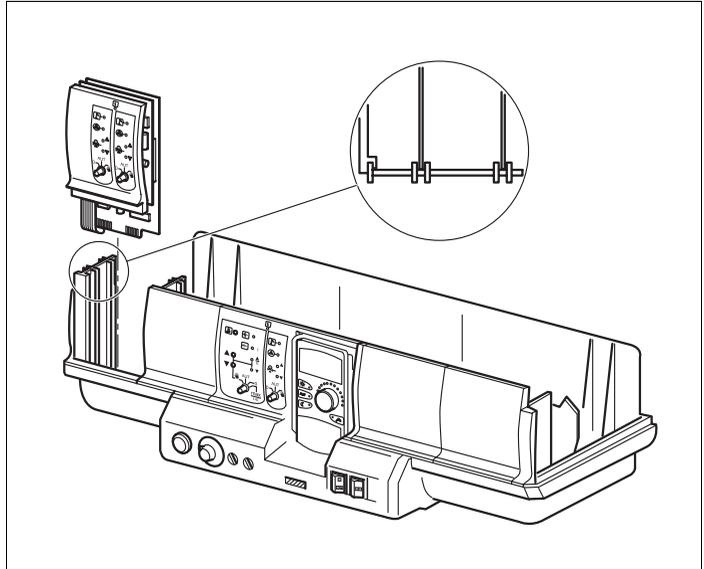

Fig. 20 Montage et démontage du module
- Retirer la plaque borgne du point de connexion 1 (fig. 20) dans l'appareil de régulation.
- Glisser le nouveau module par le haut dans l'emplacement prévu en appuyant sur le levier (fig. 20), jusqu'à ce qu'il s'enclenche correctement.
- Glisser le nouveau module par le haut dans l'emplacement prévu en appuyant sur le levier (fig. 20), jusqu'à ce qu'il s'enclenche.